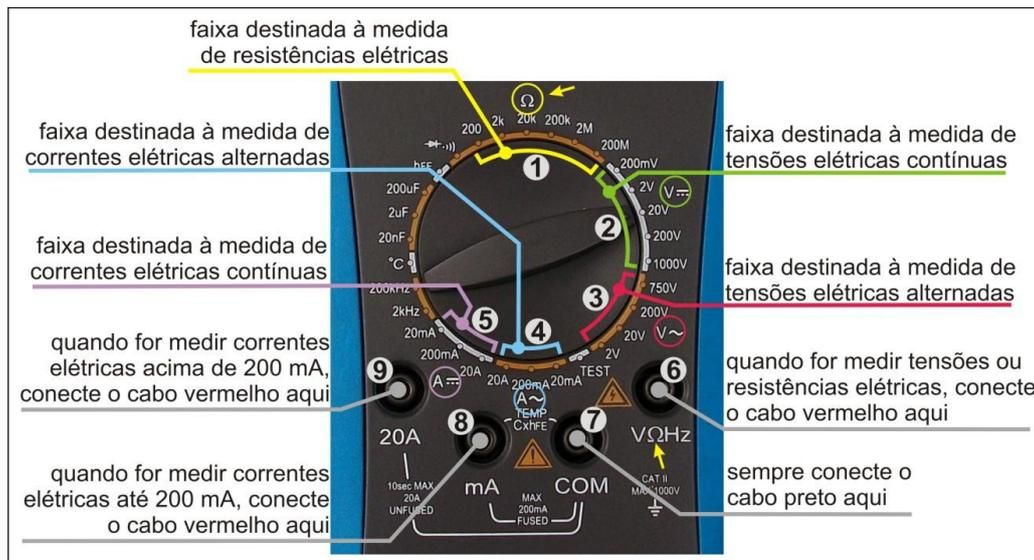
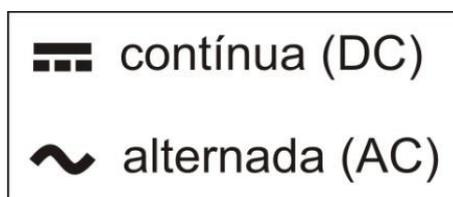
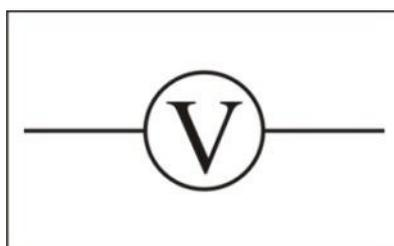

Figura 4 – Chave seletora de função/escala e terminais do multímetro.
Figura 6 – Símbolos utilizados para representar tensões e correntes contínuas e alternadas.
Figura 7 – Símbolo utilizado para representar um voltímetro em um circuito elétrico.
e 9 na figura 4), conforme a medida que se queira efetuar. A seguir trataremos com mais detalhes destes últimos elementos, uma vez que é fundamental que você compreenda bem como utilizá-los.
Girando a chave seletora você pode mudar a configuração do multímetro, podendo usá-lo como ohmímetro, voltímetro, amperímetro, freqüencímetro, isto é, permite que você modifique a função do aparelho. Há alguns segmentos de arco que indicam a função para uma determinada posição da chave seletora. Por exemplo, se a chave seletora estiver orientada na direção do segmento de arco sublinhado em amarelo (nº 1 na figura 4), o aparelho estará configurado como ohmímetro e você poderá utilizá-lo para medir resistências elétricas. Note que o símbolo  $\Omega$  (lê-se ohm - unidade de medida de resistência elétrica) aparece acima dos números escritos sobre aquele segmento de arco. Veja que o mesmo símbolo aparece também no terminal em que se deve ligar o cabo vermelho para executar a medida de resistência elétrica (terminal nº 7 na figura 4).
Além de permitir a medida de resistências, o multímetro permite a medida de tensões elétricas, funcionando como um voltímetro. Para configurá-lo como voltímetro é preciso girar a chave seletora para as posições indicadas por verde e vermelho na figura 4. Se a chave seletora estiver orientada para a direção da faixa verde (no 2 na figura 4) o voltímetro estará configurado para medir tensões contínuas (DC) de 200 mV a 1000V. Já se a chave estiver orientada para o segmento marcado em vermelho (no 3) o voltímetro estará configurado para medir tensões alternadas de 2V a 750 V. Note que o símbolo V acompanha os dois segmentos de arco que indicam a função voltímetro do multímetro. Perceba também que o símbolo V aparece ao lado do terminal em que se deve conectar o cabo vermelho do multímetro (terminal 6 na figura 4). A maneira de identificar se a função é adequada para a medida de tensões contínuas ou alternadas é olhando para o símbolo que acompanha a letra V. A figura 6 mostra os símbolos utilizados para
representar uma tensão (ou corrente) contínua e uma tensão (ou corrente) alternada. Veja na figura 4 que estes símbolos aparecem ao lado da letra V, que aparece nas posições adequadas para se medir tensões elétricas. A figura 7 mostra o símbolo utilizado para representar um voltímetro em um circuito elétrico.
Para medir correntes elétricas é necessário configurar o multímetro como amperímetro. Isso pode ser obtido girando a chave seletora e posicionando-a na direção dos segmentos de arco acompanhados pelo símbolo A (de ampère – unidade de medida de corrente elétrica). Novamente, atente para o fato de que os símbolos mostrados na figura 6 aparecem ao lado da letra A (veja a figura 4), indicando que existem faixas adequadas à medição de correntes elétricas alternadas e faixas destinadas à medição de correntes elétricas contínuas. Na figura 4 estes segmentos de arco estão identificados em azul (nº4) e em roxo (nº5), respectivamente.
É necessário ter um cuidado especial ao utilizar o amperímetro de um multímetro digital. Este aparelho pode ser danificado permanentemente se não for utilizado da maneira correta. Para efetuar medidas com o amperímetro de um multímetro digital é necessário mudar o cabo vermelho de posição: ele deve ser conectado aos terminais identificados com os números 8 e 7 na figura 4. Se a corrente a ser medida possuir um valor máximo de 200 mA (0,2 A) você pode conectar o cabo vermelho ao terminal nº 8 (veja a figura 4). Este terminal é protegido por um fusível e não tolera correntes maiores que essa. Se for excedido este valor o fusível se rompe e o
aparelho deixa de funcionar. Se a corrente a ser medida estiver acima de 200 mA, deve-se conectar o cabo vermelho ao terminal nº 9 (veja a figura 4). Este terminal permite que se façam leituras de correntes até 20 A com o aparelho. Mas note que é necessário conjugar a posição do cabo vermelho no terminal correto e a posição da chave seletora. A chave seletora seleciona o fundo de escala do multímetro (que pode ser 20 mA, 200 mA ou 20 A, tanto alternada quanto contínua). Se a chave seletora estiver orientada para 20 mA ou 200 mA, então o cabo vermelho deve estar conectado ao terminal nº 8 da figura 4. Já se a chave estiver apontando para a escala de 20 A então o cabo vermelho deve ser conectado ao terminal nº 9 da figura 4.